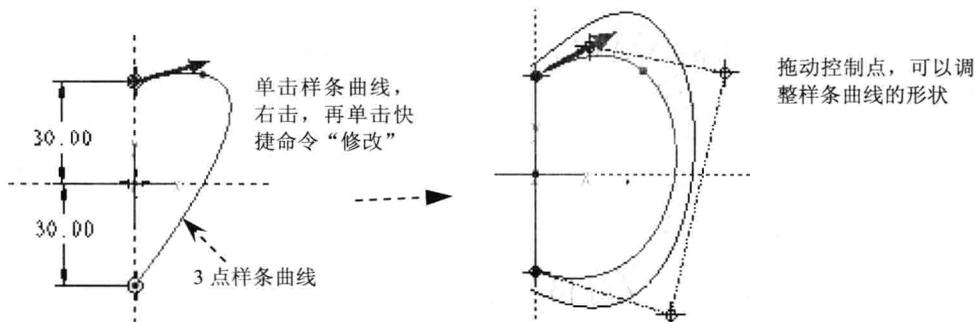

图 1-3 修改样条曲线形状
(2) 创建旋转混合特征 ( )。
① 单击主菜单中的“插入”→“混合”→“伸出项”，弹出菜单管理器。
② 单击菜单管理器中的“旋转的”→“规则截面”→“草绘截面”→“完成”，弹出特征定义窗口。
③ 在特征定义窗口下的菜单管理器中单击特征属性为“光滑”→“封闭的”→“完成”。
④ 在图形中单击 FRONT 面为旋转截面草绘平面，再单击菜单管理器中的“确定”→“缺省”，进入草绘界面。
⑤ 绘制旋转截面 1。
**要点提示：**① 旋转混合截面要插入坐标系；② 修改调整样条曲线形状，如图 1-3 所示；③ 截面绘制完成后，单击图标按钮 ，保存截面图形，以备绘制后面的截面时调用。